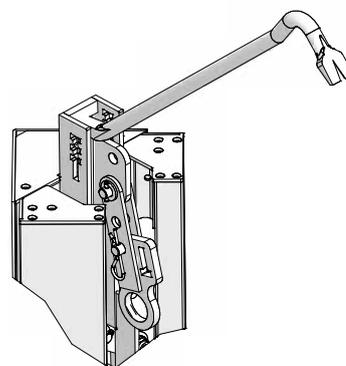

Abb. 33.5 C
7. Um die Ausschalecke wieder in die Ausgangsposition zurückzubringen wird das Hebeisen am Punkt C (Abb. 33.5 C) angesetzt und nach